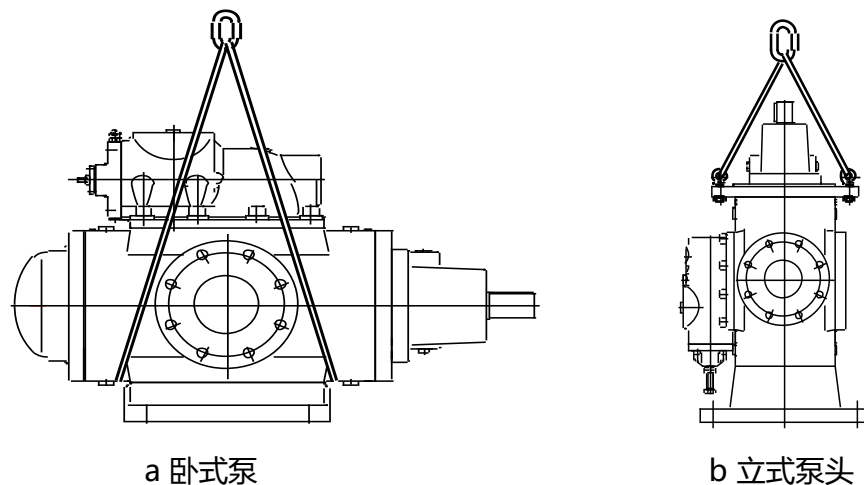

图 3.1 泵头吊装示意图
4.2.2 泵头包括卧式泵头和立式泵头两种形式，单泵起吊时按图 3.1 所示的方式起吊。